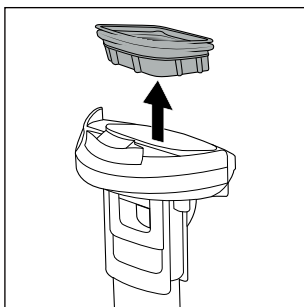

Fig. 24
- ♦ Fjern snavsfilteret **10** fra beholderen til snavsset vand **2** ved at tage fat i siderne med fingrene under snavsfilterets **10** pakning. Tag så snavsfilteret **10** ud af låget til beholderen til snavsset vand **9** oppefra (se fig. 24).